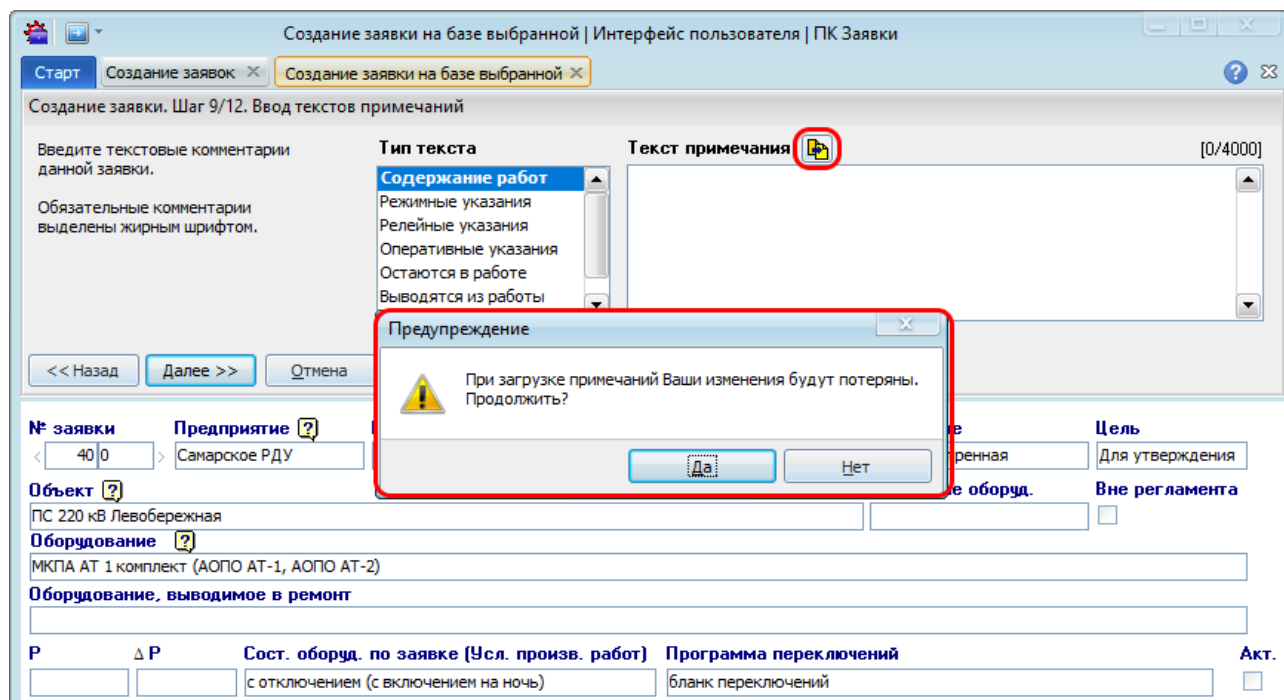

Рисунок 10.45 – Копирование текстовых примечаний из выбранной заявки
- Только созданные на своем предприятии текстовые примечания копируются по умолчанию из существующей заявки. Если необходимо скопировать все существующие примечания из выбранной заявки, то в мастере создания на **шаге 9/12 «Ввод текстов примечаний»** необходимо нажать на кнопку «» и в окне предупреждения нажать на кнопку «Да» (Рисунок 10.45). При этом все примечания оформляются от текущего предприятия. Данная кнопка доступна в мастере создания только при создании заявки на базе выбранной.